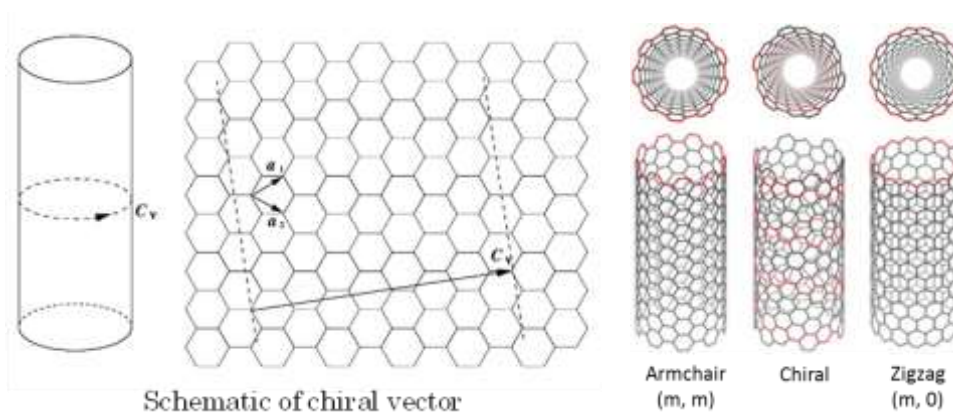

図 1 : CNT の構造を示すカイラルベクトル。  $(m, n)$  の形で示され、 $C_v = ma_1 + na_2$  である。
3. その下の **m of (m, n)** と **n of (m, n)** 欄には、**CNT** のカイラルベクトルを入力します (カイラルベクトルについては図 1 を参照してください)。ここでは細いジグザグ型 CNT を作成することにします。**m=8, n=0** としてください。